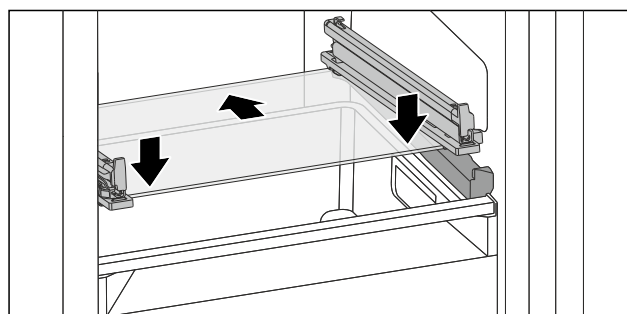

Fig. 71 Płyta szklana szuflady odchylanej
- Założyć płytę szklaną pod skosem za stoperami. (patrz Fig. 71)